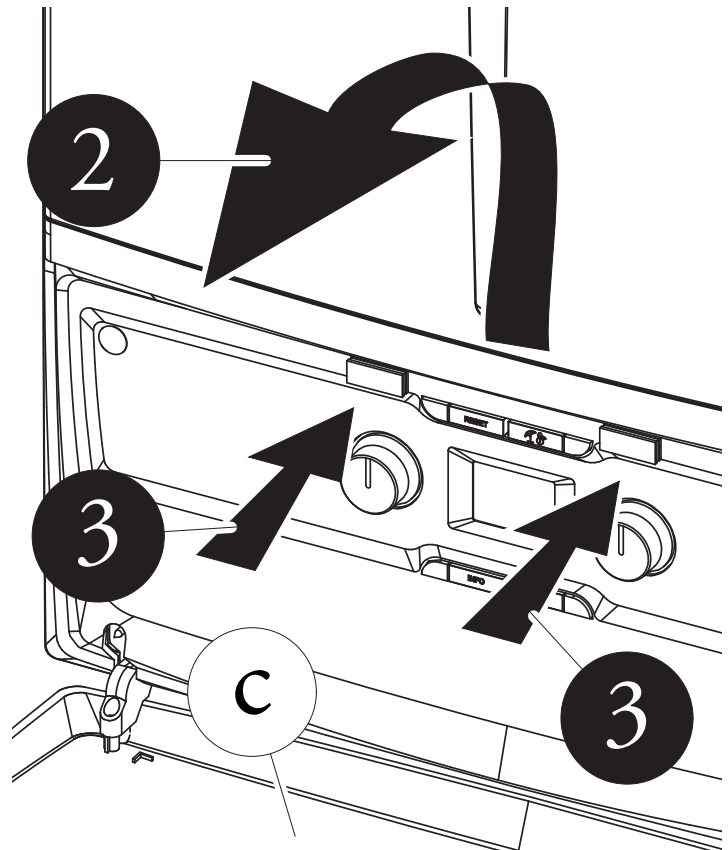

Fig. 5
2) Aprire il portello cruscotto (c) (Fig 5).
3) Togliere la pellicola posteriore dai velcri (b) ed incollarli sulla basetta cruscotto nelle aree a fianco dei pulsanti "Reset" e "Estate/Inverno" (Fig. 5)